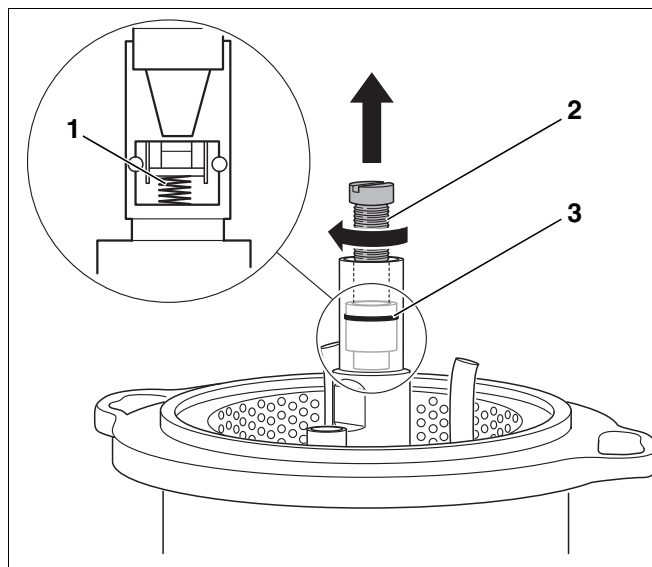

Abb. 50 Abschlussventil austauschen
Das Abschlussventil (Abb. 50, **Pos. 3**) im Ölvorwärmer arbeitet wie ein Rückschlagventil. Wenn die Ölpumpe in Betrieb ist, drückt sie das Öl durch das Abschlussventil. Schaltet sich die Pumpe aus, schließt sich das Abschlussventil über eine Feder (Abb. 50, **Pos. 1**).
- Schraube M5 × 50 (Abb. 50, **Pos. 2**) einschrauben.
- Abschlussventil (Abb. 50, **Pos. 3**) herausziehen.